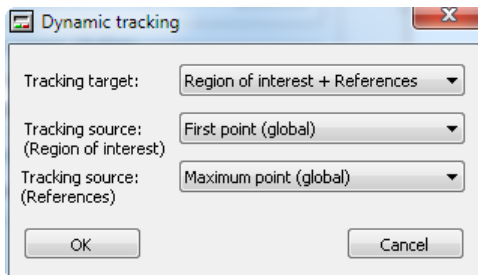
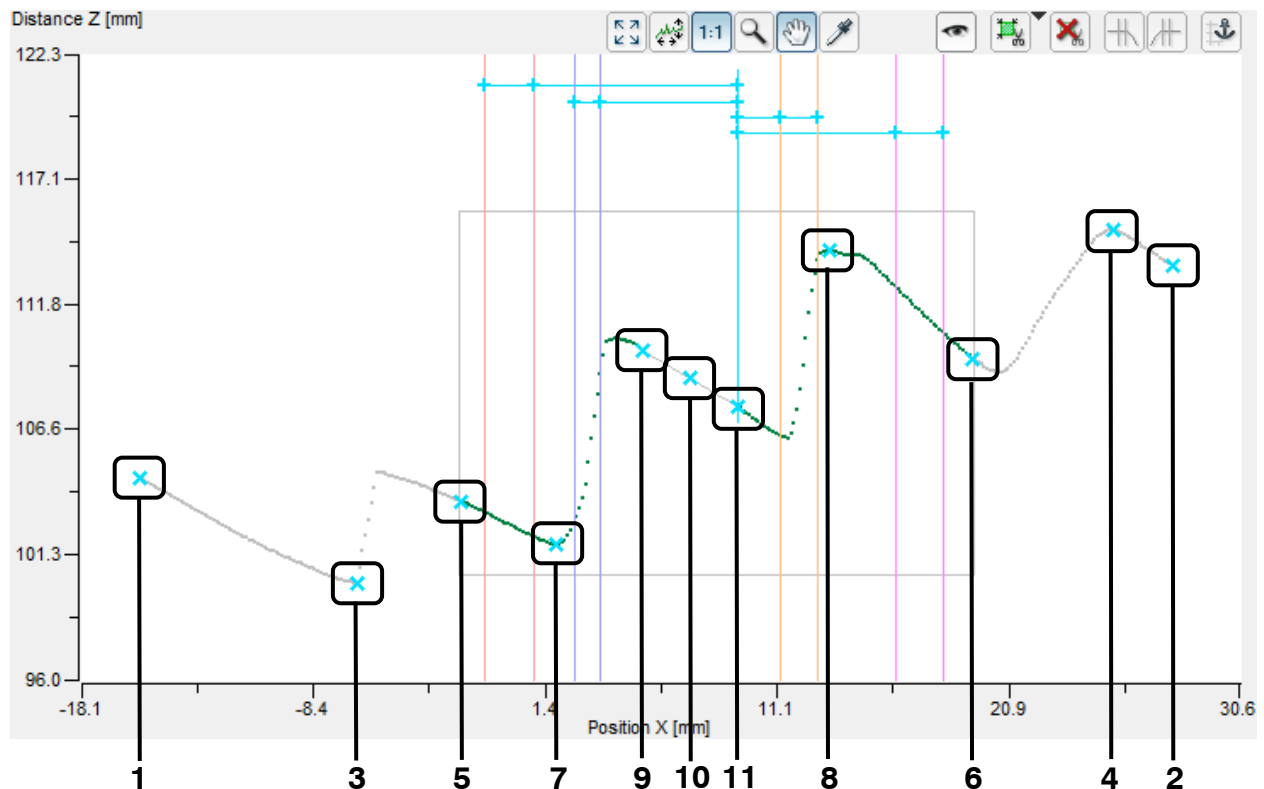

Abb. 3.50: Dialog "Dynamic tracking"
Abb. 3.51: Mögliche Kandidaten für den Ankerpunkte
Es erscheint der Dialog "Dynamic tracking" (siehe Abb. 3.50). In der 2D-Anzeige werden die potentiellen Kandidaten für den Ankerpunkt türkisfarbig hervorgehoben (siehe Abb. 3.51).
- **Tracking source (Region of interest):** Wählen Sie den Ankerpunkt für den Bereich zum Ausschneiden aus. Es stehen folgende Auswahlmöglichkeiten zur Verfügung (siehe Abb. 3.51):
- **First point (global):** Erster Punkt im Profil (1).
- **Last point (global):** Letzter Punkt im Profil (2).
- **Minimum point (global):** Tiefster Punkt im Profil (3).
- **Maximum point (global):** Höchster Punkt im Profil (4).
- **Tracking source (References):** Wählen Sie den Ankerpunkt für die Bereiche zur Geradenpassung. Es stehen folgende Auswahlmöglichkeiten zur Verfügung (siehe Abb. 3.51):
- **First point (roi):** Erster Punkt im ausgeschnittenen Bereich (5).
- **Last point (roi):** Letzter Punkt im ausgeschnittenen Bereich (6).
- **Minimum point (roi):** Tiefster Punkt im ausgeschnittenen Bereich (7).
- **Maximum point (roi):** Höchster Punkt im ausgeschnittenen Bereich (8).
➡ Wählen Sie im Dialog "Dynamic tracking" (siehe Abb. 3.50) die Bereiche zum Nachführen und die gewünschten Ankerpunkte aus und bestätigen Sie mit "OK".